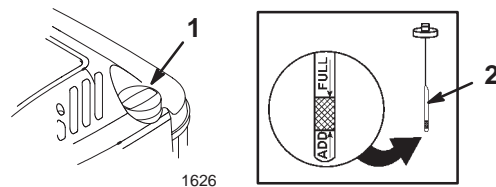

Bild 8
Stellen Sie vor jedem Einsatz sicher, dass der Ölstand zwischen den Marken Add [Nachfüllen] und Full [Voll] am Peilstab steht (Bild 8).
2. Reinigen Sie den Bereich um den Peilstab (Bild 8).
6. Lesen Sie den Ölstand am Peilstab ab (Bild 8).